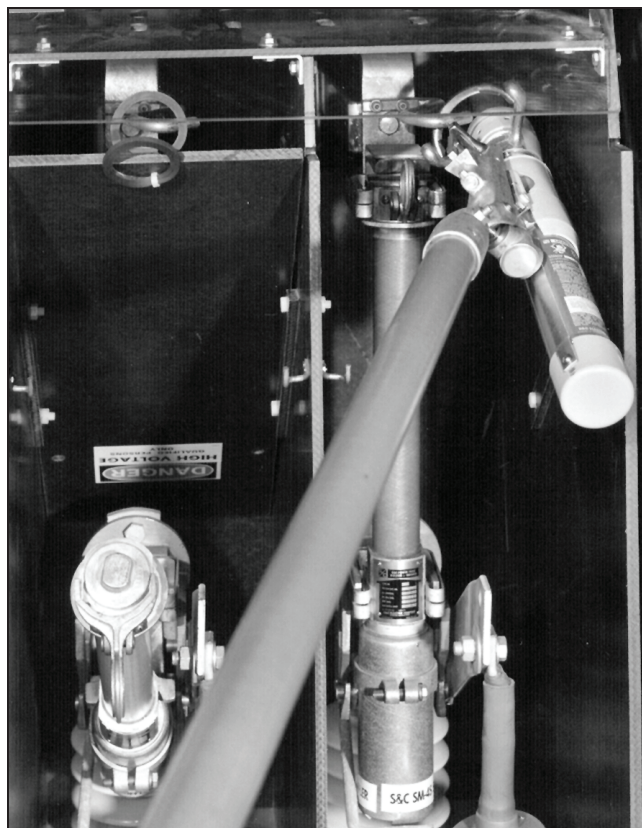

Figura 8. El ancla de la herramienta Loadbuster conectada a un gancho de sujeción.
- PASO 1.** Sitúese en frente de la unidad fusible o tubo portafusible con la herramienta Loadbuster y enganche el ancla, ubicada en la parte superior de la herramienta Loadbuster, en el gancho de sujeción del extremo más alejado de la unidad fusible o tubo portafusible. Ver Figura 8. Nótese que sólo cuenta con un gancho de sujeción.